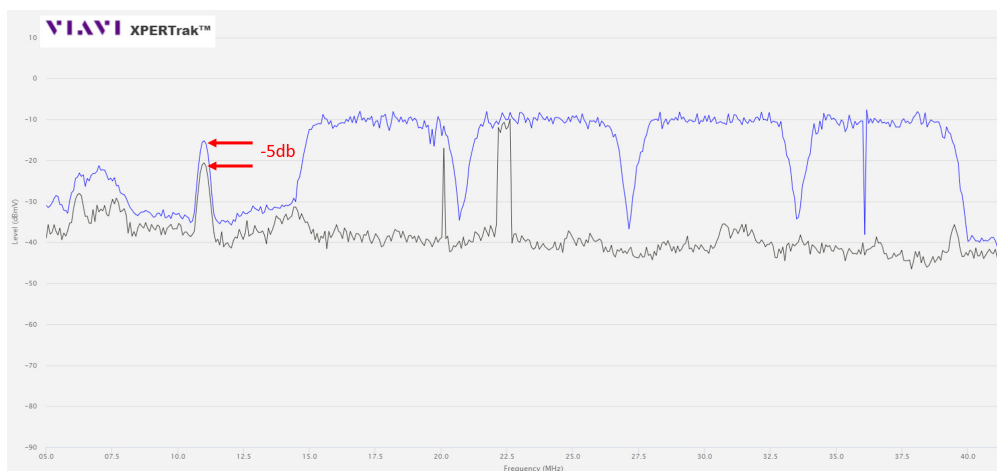

Figura 5 – Reducción del ruido de ingreso en XPERTrak con el botón de la sonda I-Stop presionado
f. Verifique el sistema de monitoreo remoto para ver si el ruido de ingreso disminuye en 5 dB (figura 5 o 6).